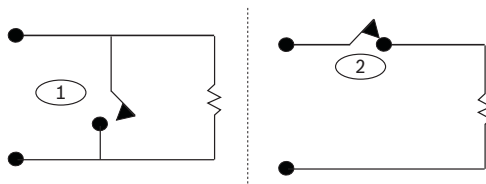

Bild 5.6 Option mit einem einzigen Leitungsabschlusswiderstand
Verwenden Sie eine beliebige Anzahl von mit dem Stromkreis in Reihe geschalteten Ruhekontakten (NC). Verwenden Sie eine beliebige Anzahl von Arbeitskontakten (NO) im Stromkreis. Siehe *Bild 5.6, Seite 30*.